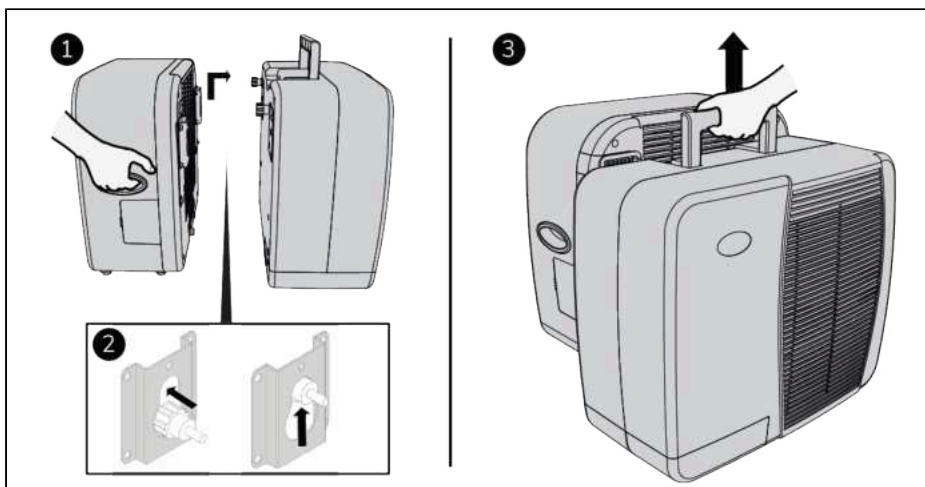

Figura 21.
5. Agățați unitatea interioară de unitatea exterioară pentru un transport ușor (Figura 21).